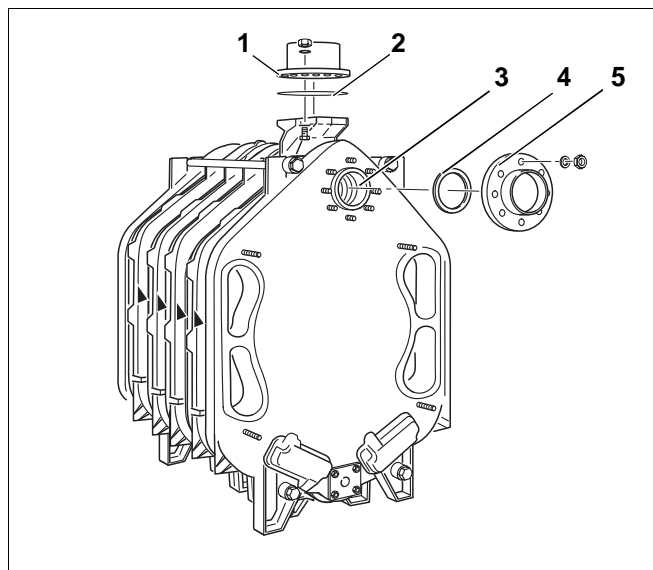

Рис. 25
- На верхней ступице котла (рис. 25, **поз. 3** – штуцер обратной линии) при последующем подключении обратной линии устанавливается фланец с приваренным патрубком. Фланец и уплотнительное кольцо показаны на рис. 25, **поз. 4-5**.
- Фланец подающей линии (рис. 25, **поз. 1**) и уплотнительное кольцо (рис. 25, **поз. 2**) устанавливаются при последующем присоединении подающей линии.